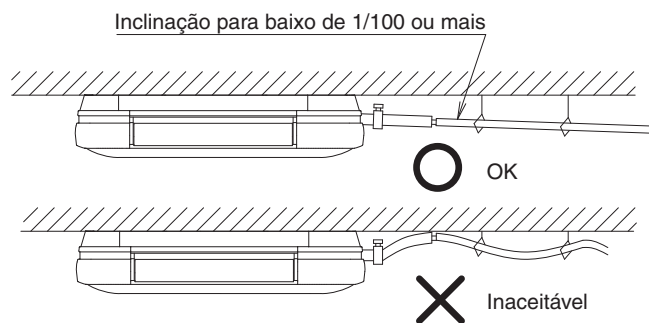

Fig. 28
- Instale a tubulação de drenagem o mais curta possível com uma inclinação descendente de 1/100 ou mais, evitando a estagnação de ar. (Consulte a Fig. 28) (pode causar sons anormais como ruído borbulhante)